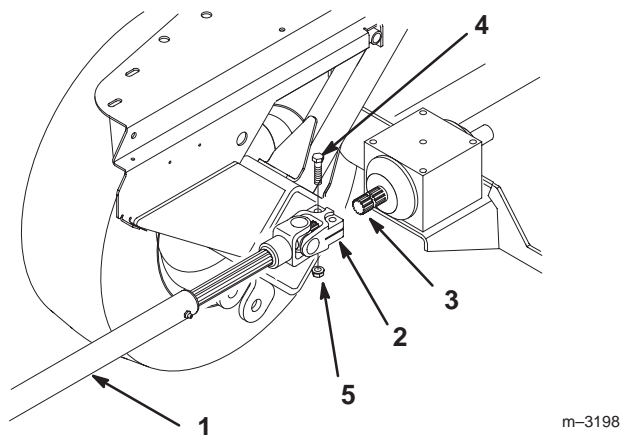

Figure 28
1. Glissez l'arbre de transmission sur l'arbre du boîtier d'engrenages. Posez les 2 boulons (3/8 x 1-5/8") et contre-écrous (3/8") dans le joint universel (Fig. 28).